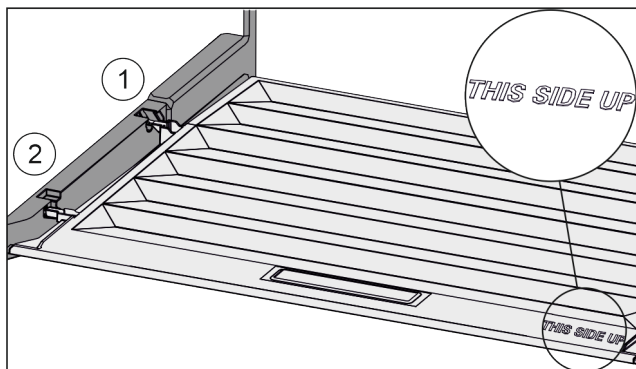

Fig. 33
- ▶ Vezesse be a fedél bordáit a hátsó tartó Fig. 33 (1) nyílása fölött, elől pedig pattintsa be azokat a tartóba Fig. 33 (2).